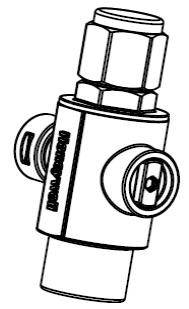

图4 排气阀全开
4. 专用排气阀包括三个工作位置：开启、关闭和排气（排气必须在阀门关闭的时候进行），分别如图4、5、6所示；